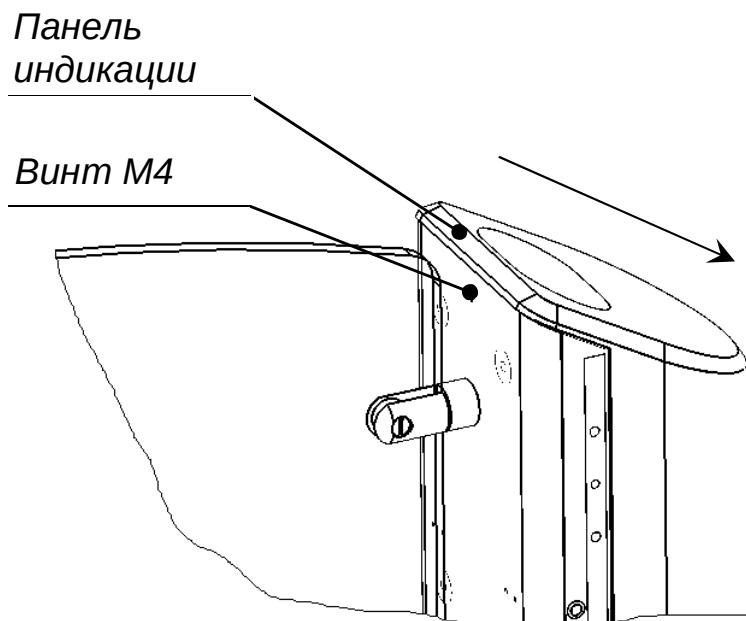

Рис. 14
6.5.1. Снимите декоративную заглушку и открутите винт M4 на задней стенке картоприемника (рис. 14).
6.5.2. Сдвиньте панель индикации картоприемника до упора в направлении, указанном на рис. 14. Аккуратно поднимите панель.